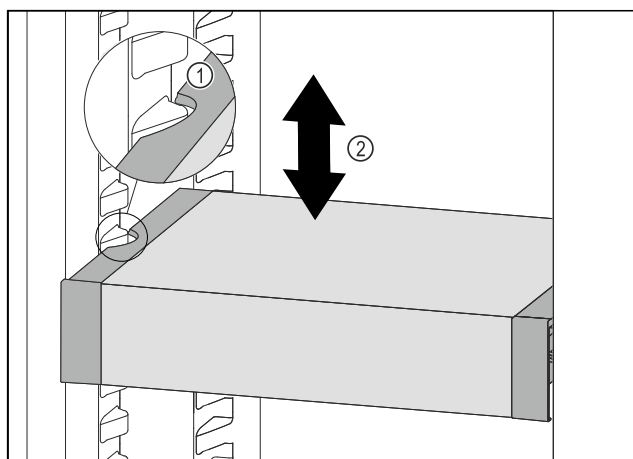

Fig. 159
- Tirare VarioSafe in avanti fino a quando le cavità laterali di VarioSafe non si trovano al livello della nervatura del contenitore nel vano frigorifero. Fig. 159 (1)
- Spostare VarioSafe verso l'alto o verso il basso nel vano frigorifero fino a raggiungere l'altezza desiderata. Fig. 159 (2)